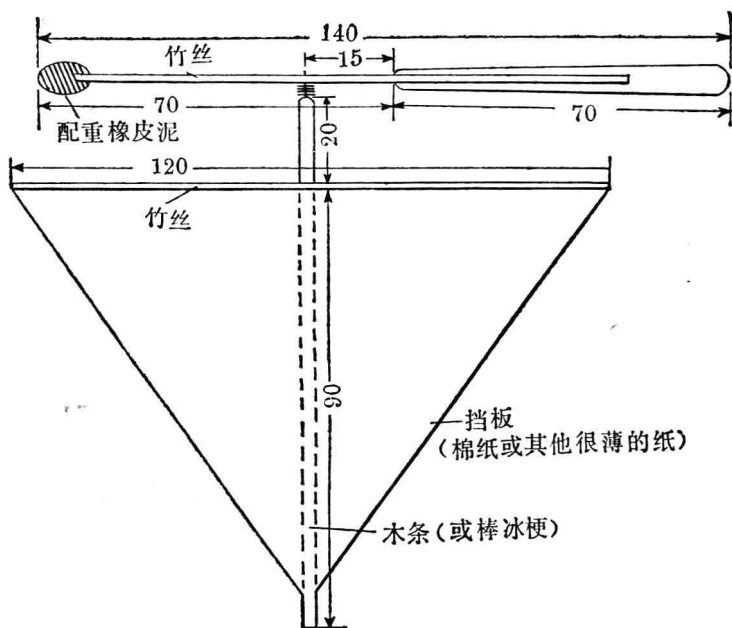

图3
3. 挡板：把竹丝按图3所示的位置扎在机身上。在这竹丝的两端扎上两根细线，把这两根细线的另一端都扎在机身上，成一▽形。在竹丝和细线上都涂上胶水，将棉纸粘在上面，等干后沿棉线和竹丝剪成一▽形挡板(图3)。